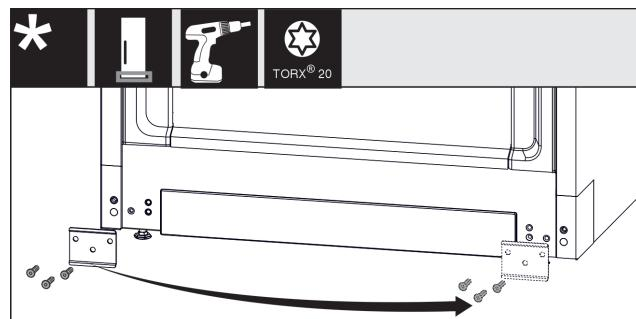

Fig. 19
- ▶ Ξεβιδώστε το έλασμα Fig. 19 (1), μεταφέρτε το στην άλλη πλευρά και βιδώστε το ξανά.